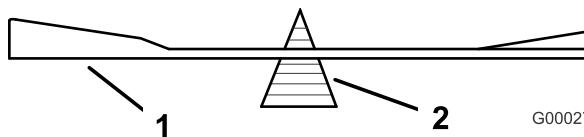
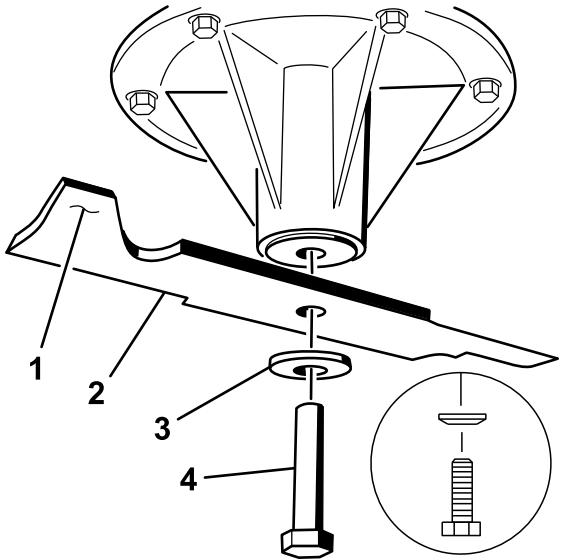

Figure 63
Figure 64
2. Retirez le boulon, la rondelle élastique et la lame de l'axe (Figure 64).
2. Vérifiez l'équilibre de la lame en la plaçant sur un équilibrEUR (Figure 63). Si la lame reste horizontale, elle est équilibrée et peut être utilisée. Si la lame est déséquilibrée, limez un peu l'extrémité de la partie relevée seulement (Figure 64). Répétez la procédure jusqu'à ce que la lame soit équilibrée.
- Placez la lame sur l'axe (Figure 64).
- Installez la rondelle élastique et le boulon de la lame. Le cône de la rondelle élastique doit être dirigé vers la tête du boulon (Figure 64). Serrez le boulon à 115–150 Nm (85–110 pi-lb).